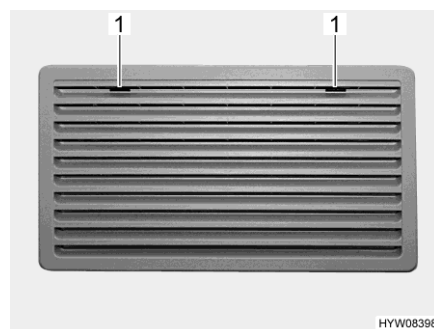
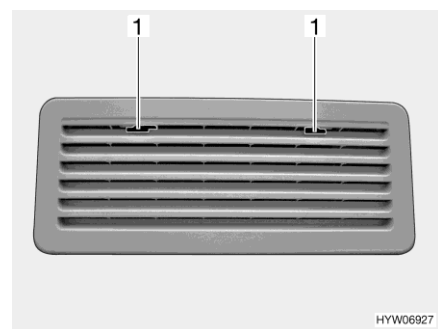

Fig. 161 Grille d'aération du réfrigérateur (Thetford, grande)
Fig. 162 Grille d'aération du réfrigérateur (Thetford, petit)
- Pousser le dispositif de blocage (Fig. 161,1 ou Fig. 162,1) vers le milieu.